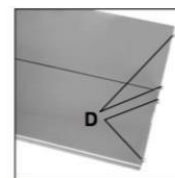

Figure 3
Avant d'essayer de retirer ou de remplacer la lame, la table en acier inoxydable doit être retirée. Pour ce faire, retirez les vis à tête creuse qui fixent le support de table (D) à la table. Puis, du côté gauche de la table, tirez la table vers l'arrière et retirez-la. Une fois retirée, placez la table sur une surface plane à l'écart de la machine pour éviter tout endommagement lors du travail avec la lame. (Figure 3)
Enlevez les quatre vis à tête creuse du support de table, comme décrit à la page 7 (Figure 3). Ensuite, du côté avant gauche de la machine, tenez la table à deux mains et guidez-la vers le haut sur les deux roues de guidage de la table (BB). Les roues doivent s'insérer dans les rails déjà fixés au dessous de la table. Guidez la table sur le dessus de la machine vers les roues de guidage du côté opposé. Une fois la table en place, fixez le support de table. (Figure 15)